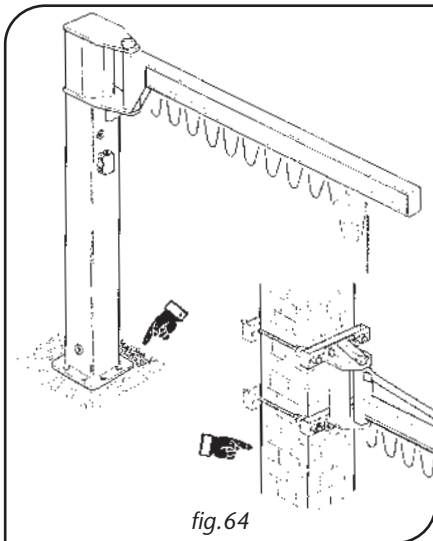

fig.64
- **SEMPRE** controllare la solidità e l'adeguatezza delle strutture (pareti, colonne, fondazioni) che sostengono la gru a bandiera (fig.64).